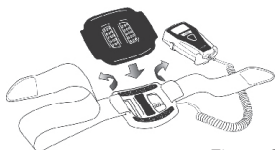

Figura 2
1. Retire la almohadilla. (Figura 2)
5. Vuelva a colocar la almohadilla. (Figura 2)